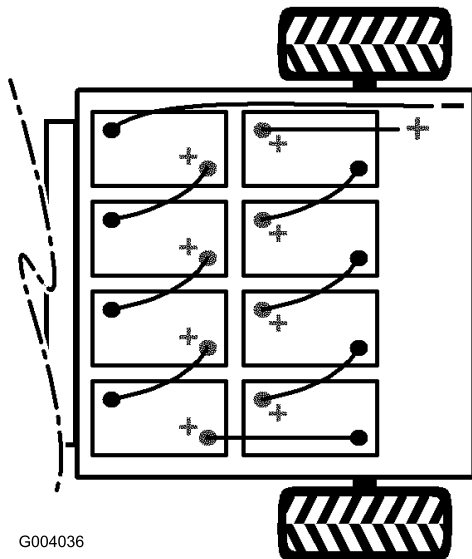

Figura 6
4. Instale las baterías según se muestra en Figura 6.
**Nota:** Preste atención a la polaridad de las baterías al instalar las baterías nuevas (Figura 6).
y una tuerca con arandela prensada (5/16 pulgada) (Figura 6).
8. Conecte el cable rojo largo (positivo) entre el banco de baterías y el vehículo (Figura 6).
9. Conecte el cable negro largo (negativo) entre el banco de baterías y el vehículo (Figura 6).
6. Conecte las baterías entre sí con los cables que se incluyen con las piezas sueltas, según se muestra en Figura 6. Asegúrese de que el enrutado de los cables no permite que éstos entren en contacto con ningún borde afilado.